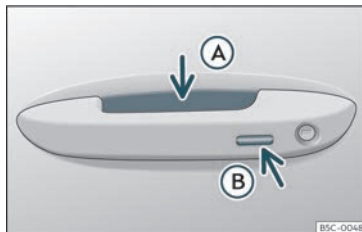

Fig. 73 Asa da porta:superficies sensoras
»» fig. 73
- Agarre o asa dunha das portas dianteiras. Ao facelo tocará a superficie do sensor »» fig. 73 Ⓐ (frecha) da asa e desbloqueará o vehículo.
- Prema *unha vez* a superficie sensora de bloqueo»» fig. 73 Ⓑ (frecha) da asa dunha das portas dianteiras. A porta cuxa asa esta activada deberá estar pechada.
- Toque *unha vez* a superficie sensora »» fig. 73 Ⓒ (frecha) da asa dunha das portas dianteiras. O vehículo bloqueáase co sistema de seguridade “Safe” »» páx. 102. A porta cuxa asa esta activada deberá estar pechada.
- Toque *dúas veces* a superficie sensora »» fig. 73 Ⓓ (frecha) da asa dunha das portas dianteiras para bloquear o vehículo sen activar o sistema de seguridade “Safelock” »» páx. 102.
- Prema o botón de peche  do mando a distancia e toque unha vez, nos 5 segundos seguintes, a superficie sensora de bloqueo da asa da porta do condutor»» **fig. 73**  . Non agarre a asa da porta, pois de ser así, o vehículo non se bloqueará. Tamén se pode realizar a desactivación se o vehículo está bloqueado a través da pechadura da porta do condutor.
Para **pechar coa función de confort** todas as fiestras eléctricas e o teito de vidro, manteña un dedo durante uns segundos sobre a superficie sensora de bloqueo»» **fig. 73**  (frecha) da asa da porta ata que se pechen as fiestras e o teito.
As superficies sensoras das asas das portas poderían activarse ao recibir un chorro de auga ou de vapor a gran presión en caso de que houbera algunha chave do vehículo válida na zona próxima. Se polo menos unha das fiestras con alzavidros eléctrico está aberta e a superficie sensora»» fig. 73 ⓘ (frecha) dunha das asas está activada de forma permanente, pecharanse todas as fiestras.
- **OU BEN:** toque dúas veces a superficie sensora situada na parte exterior da asa da porta»» **fig. 73** .